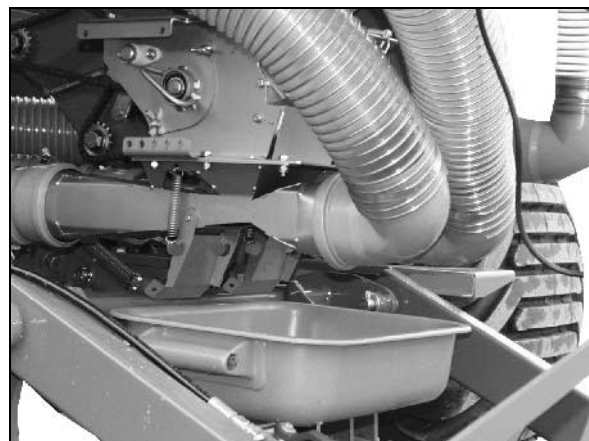

Рис. 62
3. Определение нормы высева семян: Поверните лоток и снова задвиньте в крепление (Рис. 62).